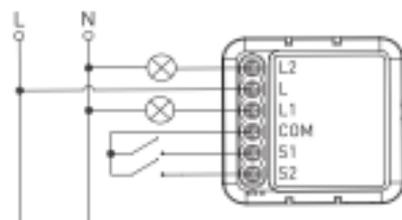

Рисунок 2.4
- с двумя выключателями (см. рисунок 2.4);